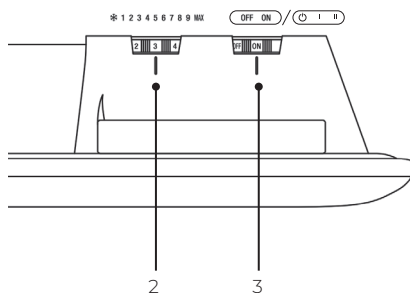
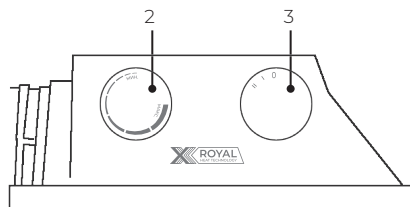

Рис. 7
Рис. 8
2. Поверните регулятор (3) для включения прибора (в положение I или on в зависимости от модели). для модели SORENTO Econo — рис. 7, для модели Sorento Meccanico, SORENTO Plinth — рис. 8.
3. Поверните регулятор (3) для выбора желаемой мощности обогрева помещения* (I и II).
4. Поверните ручку термостата (2) для выбора температуры нагрева (можно выбрать температуру от 5 до 35 градусов).